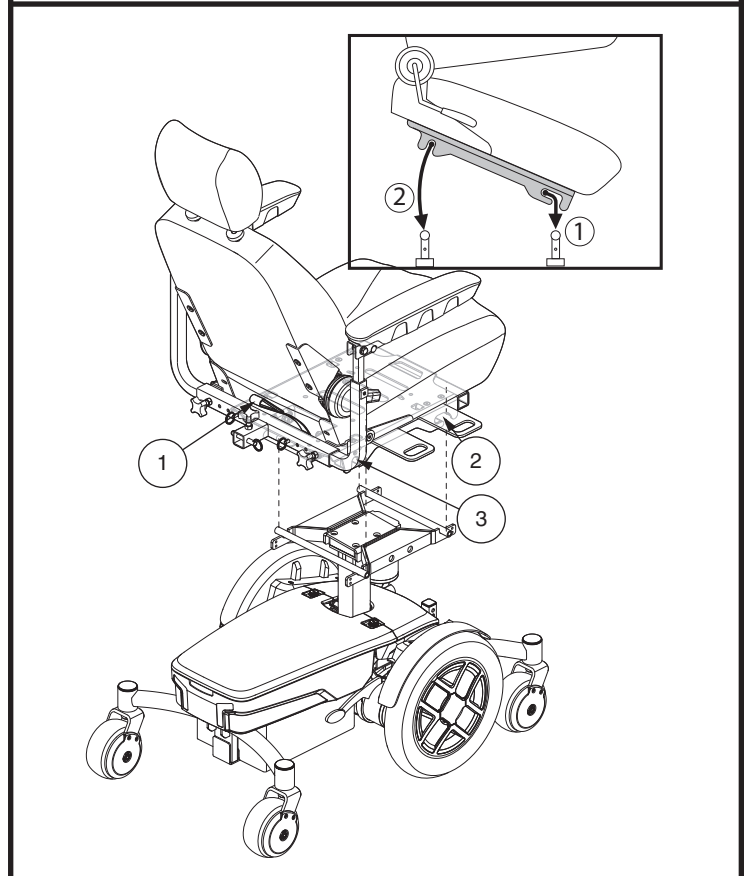
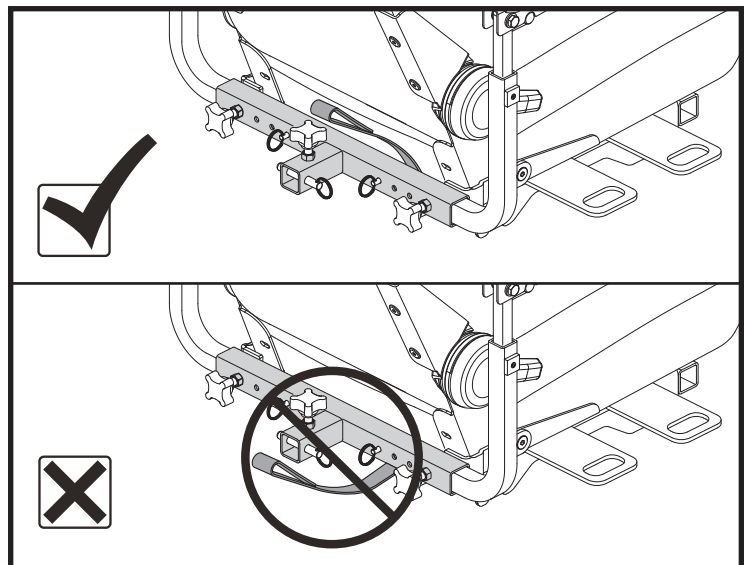

Figura 9. Marco del asiento de liberación rápida
Figura 10. Enrutamiento de la correa de tracción de liberación del asiento
4. Incline el asiento hacia adelante y coloque las dos ranuras delanteras sobre la barra trapecio delantera. **Ver la figura 9.**
5. Baje el asiento sobre la barra trapezoidal delantera y empuje hacia adelante hasta que la barra trapecio delantera se deslice dentro de las dos ranuras frontales. Consulte **la figura 9.** Asegúrese de que la correa de extracción del tirador del asiento esté dirigida hacia atrás en la parte superior del tubo receptor del apoyabrazos. **Ver la figura 10.**
2. Afloje las contratueras. **Ver figura 9.**